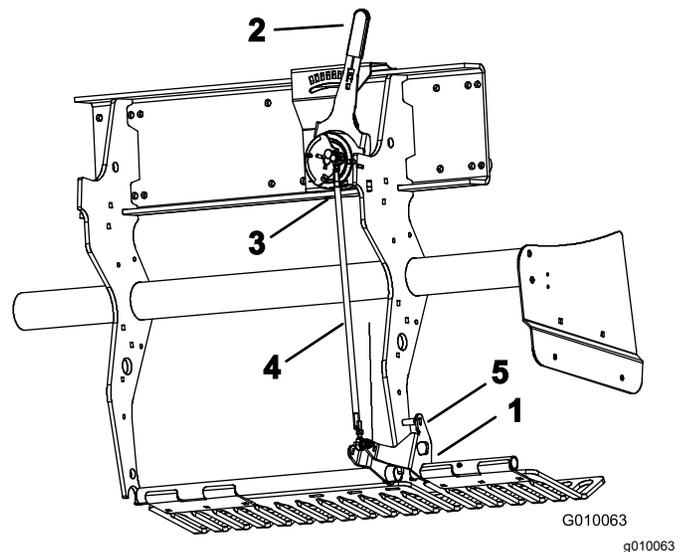

Bild 60
2. Drehen Sie die linke Befestigungshalterung der Rasenschutzvorrichtung (Bild 60) nach oben, bis Sie einen Arretierbolzen zwischen die Halterung und das am Rahmen angeschweißte Tiefen-Einstellrohr einführen können, wie z. B. eine 8-mm-Bohrstange oder einen Bolzen.
3. Stellen Sie den Hebel für Einstechtiefe der Tines (Bild 60) auf die Einstellung H (tiefste).
4. Trennen Sie den äußeren Kugelschalter (Bild 60) vom Kabelbaum (Head-Low-Schalter).
5. Lösen Sie die Sicherungsmuttern (links und rechts) an der Zugstange für die Tiefeneinstellung (Bild 60).